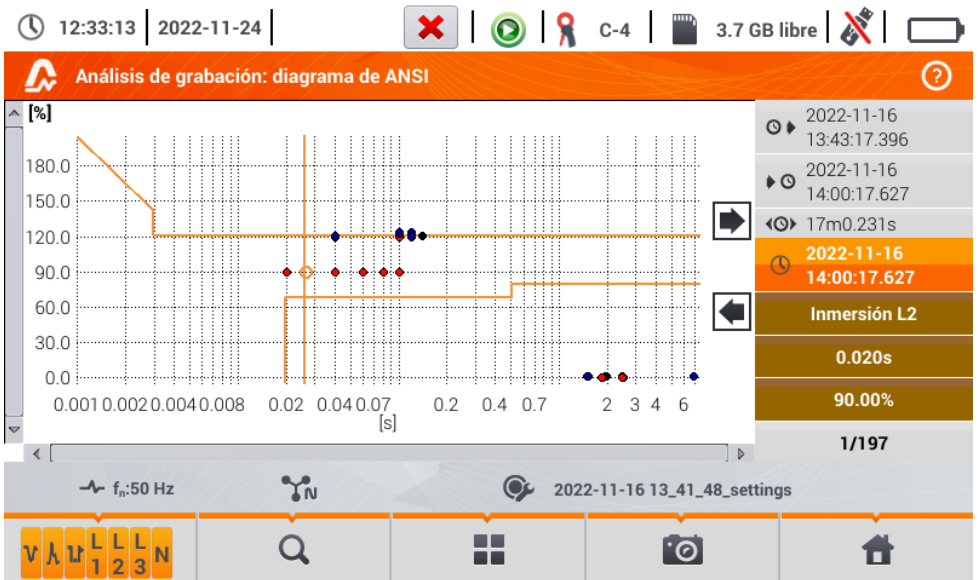

Fig. 5.26. Análisis de registro - diagrama ANSI
- diagrama ANSI. Muestra el gráfico de eventos de la tensión de acuerdo con los criterios de la norma ANSI. Los puntos representan los eventos individuales, su ubicación determina la duración (eje horizontal) y el pico (*extremo* en la tabla de eventos) respecto a la tensión nominal en el eje vertical. Con los iconos de flechas a la derecha del gráfico se pueden seleccionar los eventos individuales. Al tocar la pantalla en el área del gráfico, se puede mover el marcador al lugar indicado. La información sobre el evento especificado (tipo, duración, valor extremo) se muestra en el lado derecho de la pantalla. La pantalla de ejemplo con este gráfico se muestra en la Fig. 5.26.